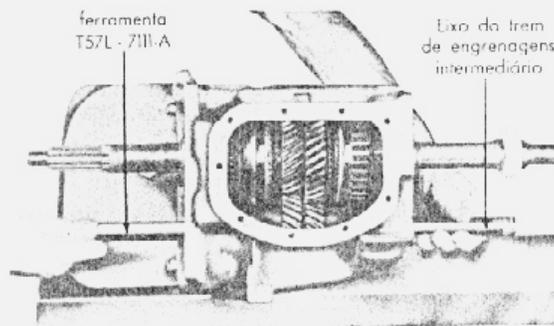

fig. 3 — remoção do eixo do conjunto intermediário
4. Remover o eixo do trem de engrenagens intermediário para fora da carcaça, com auxílio da ferramenta T57L-7111-A (eixo postiço) (fig. 3). Quando o eixo postiço atravessar a frente da carcaça, o trem de engrenagens intermediário cairá dentro da carcaça.